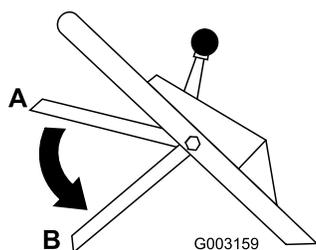

Figure 19
11. Relâchez la barre de commande; voir position B à la Figure 19. Vous devriez entendre un bruit sourd. La lame doit s'arrêter dans les 3 secondes qui suivent.
2. Placez la barre de commande à la position la plus basse (position B sur la Figure 19).